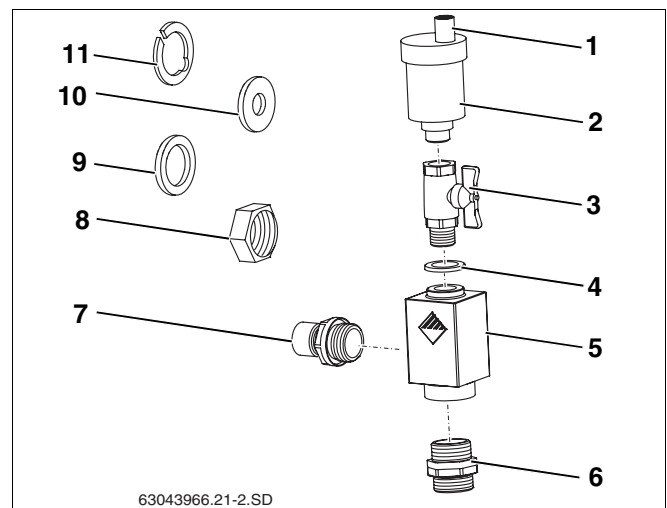

Fig. 58 Juego universal de purgador
El equipo solar se purga a través del tornillo de cierre. Para que no pueda penetrar humedad en el equipo solar a través del tornillo de cierre, la tapa de protección de intemperie (fig. 58, **pos. 1**) debe estar siempre posicionada durante el funcionamiento sobre este tornillo.
#### Volumen de suministro del juego universal de purgador (fig. 58):